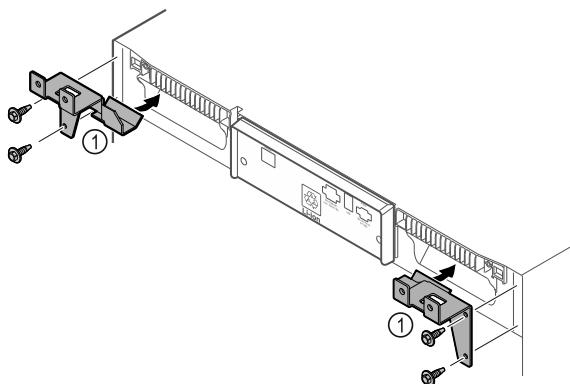

Fig. 11
- Змонтовувати деталі кріплення Fig. 11 (1) за допомогою саморізів на пристрій.